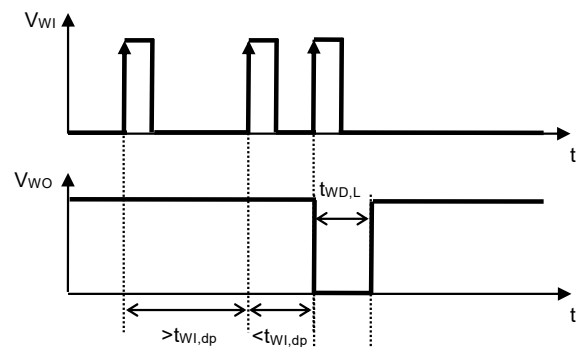

図12 ウォッチドッグダブルパルス検出時間
- *3. ウォッチドッグタイマがトリガの検出を開始してから、 $t_{WI,dp}$ 経過前までに再びトリガを検出し、WO端子出力が "L" に変化するまでの時間 (図12参照)。この値は C_{DLY} で変更可能です。